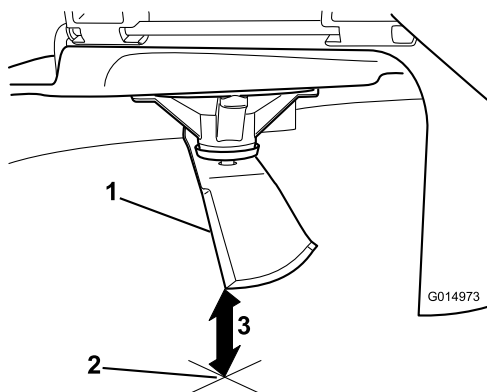

Figura 50
5. Mida desde la punta de la cuchilla hasta la superficie plana (Figura 50).